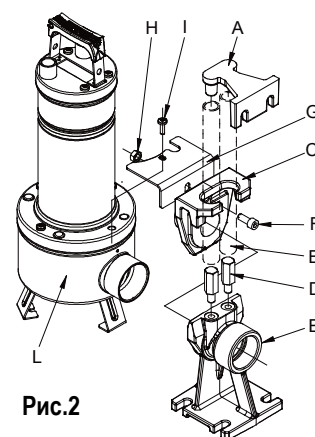

Рис.2
Для стационарной установки рекомендуется использовать подъемный механизм DSD2 (поставляется по заказу – **Рис.2**) для облегчения выполнения технического обслуживания электронасоса. Этот механизм устанавливается между напорным отверстием электронасоса и трубопроводом и в процессе технического обслуживания помогает избежать съема напорного трубопровода. Механизм DSD2 состоит из 8 частей, плюс один, не входящий в комплект (трубы 3/4”):
Опора устанавливается на дно и прикрепляется расширительными винтами, соответствующего размера. Крепежная скоба для труб располагается в верхней части колодца и вставляется с конца двух труб 3/4" (не входят в комплект), которые выполняют роль желоба. Две трубы соединяют скобу с опорой. Соединить скобу основания с фильтром насоса рядом с напорным отверстием, закрепляя ее двумя винтами, предусмотренными для блокировки крышки фильтра. Вынуть верхний болт из фланца с нагнетательной стороны (I). Установить блокировочную скобу против вращения (G). Восстановить болт на место (I). Снять суппорт с соединительной ножки и соединить его с нагнетательным отверстием насоса. При помощи болта F и гайки H прикрепить суппорт к насосу, как показано на схеме. Установить узел суппорт/насос на ножку (Рис.2).